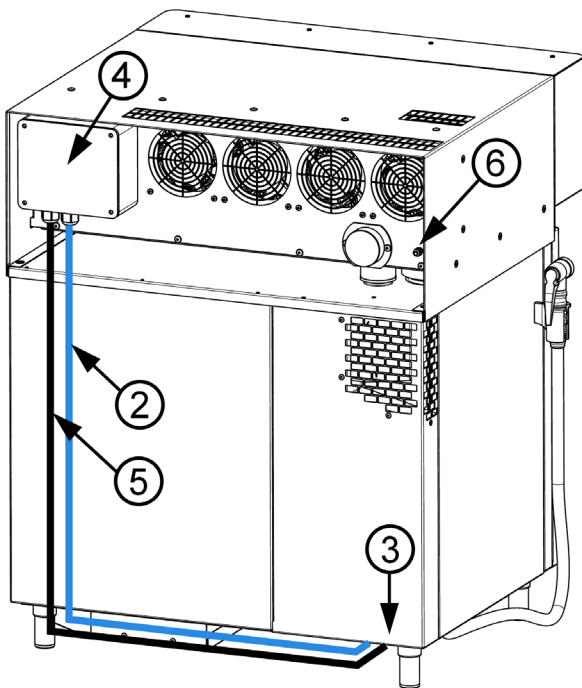

Figure 14 : Arrière de la hotte 623
À l'arrière de la hotte se trouve un boulon M6 (6) prévu pour les raccords protecteurs, voir fig. 14. Reliez-le à un câble adapté et effectuez le raccord protecteur.
À l'arrière de la hotte se trouve un boîtier de distribution en plastique (4) duquel sort le câble de commande UTP (2) équipé d'une prise RJ-45 (voir fig. 14).
Faites directement courir le câble UTP (2) vers le bas jusqu'aux brides percées (3) derrière le coin gauche au bas de l'appareil (voir fig. 14).
À l'arrière de la hotte (voir fig. 14), se trouve un boîtier de distribution en plastique (4) duquel sort le câble électrique 3 x 1,5mm2 (5) se terminant par des fils à nu.
Faites directement courir le câble d'alimentation (5) vers le bas depuis le boîtier de distribution en plastique (4) et jusqu'aux brides percées derrière le coin gauche au bas de l'appareil (3) (voir fig. 14).